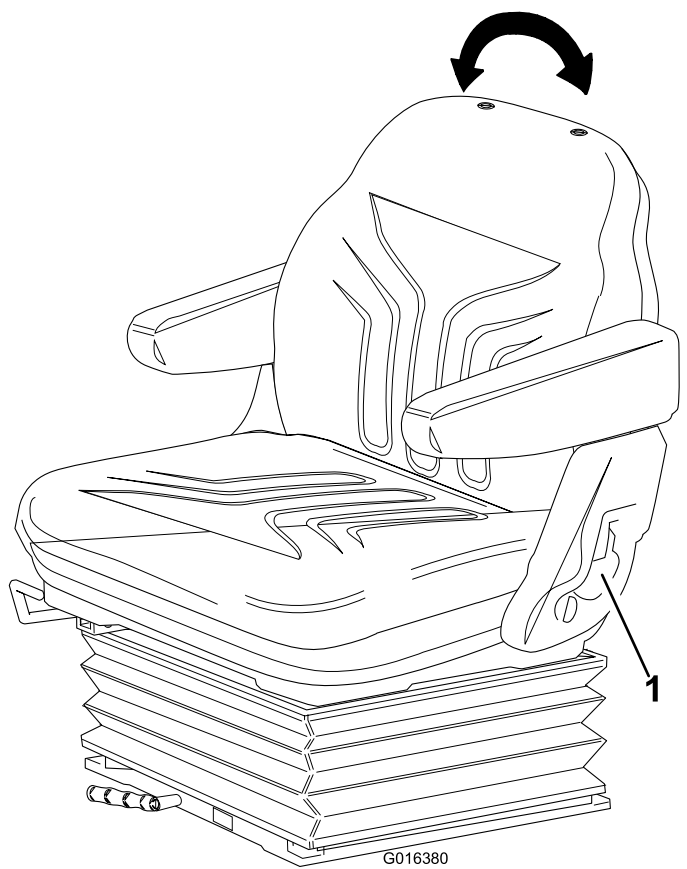

Figura 25
- Puxe o manípulo para fora para ajustar o ângulo de apoio do banco (Figura 25).